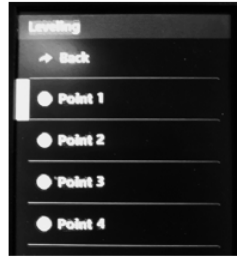
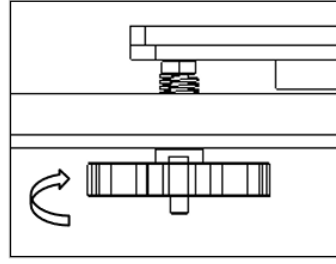

Fig 2
Fig 3
Paso 3: Haga "Preparar >> Cama nivelación >> Punto 1" en el panel de control (Fig. 2), la boquilla irá a las esquinas de la cama, aflojará las tuercas manuales debajo de la cama (Fig. 3) y dejará que la boquilla casi toque la cama (Fig. 4). Continúe haciendo el "Punto 2/3/4" hasta que se hayan nivelado las 4 esquinas.